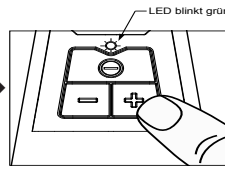

Abbildung 3
3. Drücken Sie die Taste „+“ oder „-“ auf dem Tastenfeld, um die Maschine mit höherer oder niedrigerer Drehzahl laufen zu lassen. Mit der Plus-Taste (+) stellen Sie eine höhere Drehzahl ein, mit der Minus-Taste (-) eine niedrigere – siehe Abbildung 3.